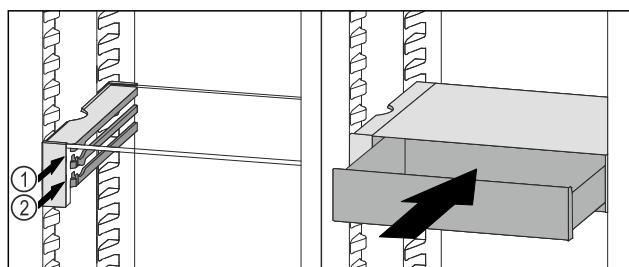

Fig. 80
- ▶ Nasaďte zásuvku VarioSafe za zarážku na požadovaném žebro Fig. 80 (1) nebo Fig. 80 (2).